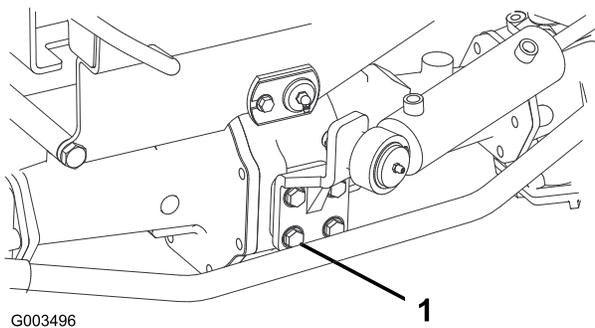

図 54
2. ステアリング・シリンダのボルトのトルクを点検してください (図 54)。ボルトを 6.6 ~ 8.2 kg.m にトルク締めする。